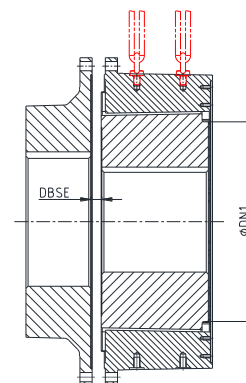

Figura 9
En el montaje del cubo (componente 2) hay que asegurarse de que el lado del cubo con una hendidura (dimensión DN1) se desplace en primer lugar (véase la figura 9).
- Desplace los grupos en dirección axial, hasta haber alcanzado la medida DBSE (véase figura 9).